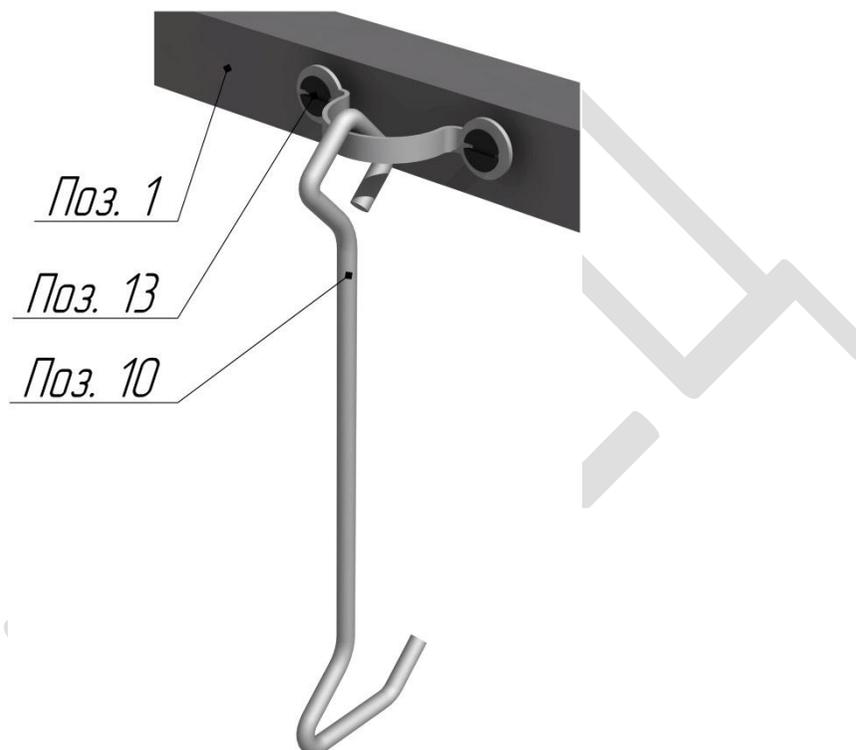

Рис. 5.1. Установка крючка ветрового
- Поз.10 Крючок ветровой – 4шт. (рис.5.1);
Установить последовательно на каждую форточку и на 1 дверь с каждой стороны (**Поз.1**) крючки ветровые (**Поз.10**) с помощью саморезов потайных оцинкованных Ø3.9x19 (**Поз.13**) (рис. 5.1)